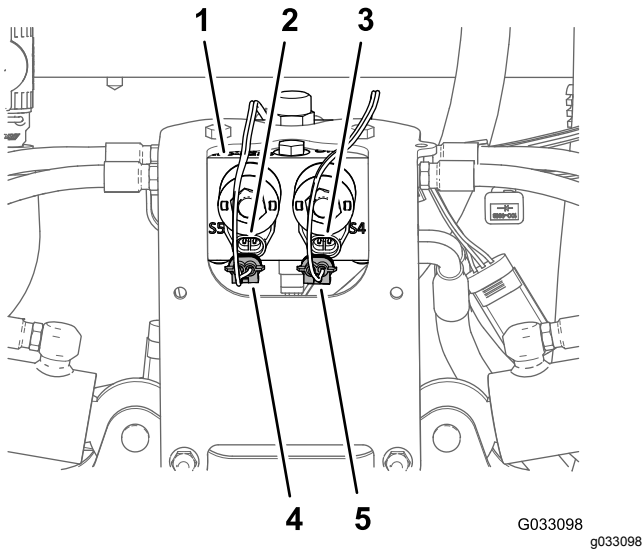

图 31
1. 从提升油缸阀箱右油缸启用电磁头的 2 针接头中断开超声波喷洒臂线束的 2 针接头图 31。
2. 从提升油缸阀箱左油缸启用电磁头的 2 针接头中断开超声波喷洒臂线束的 2 针接头图 31。